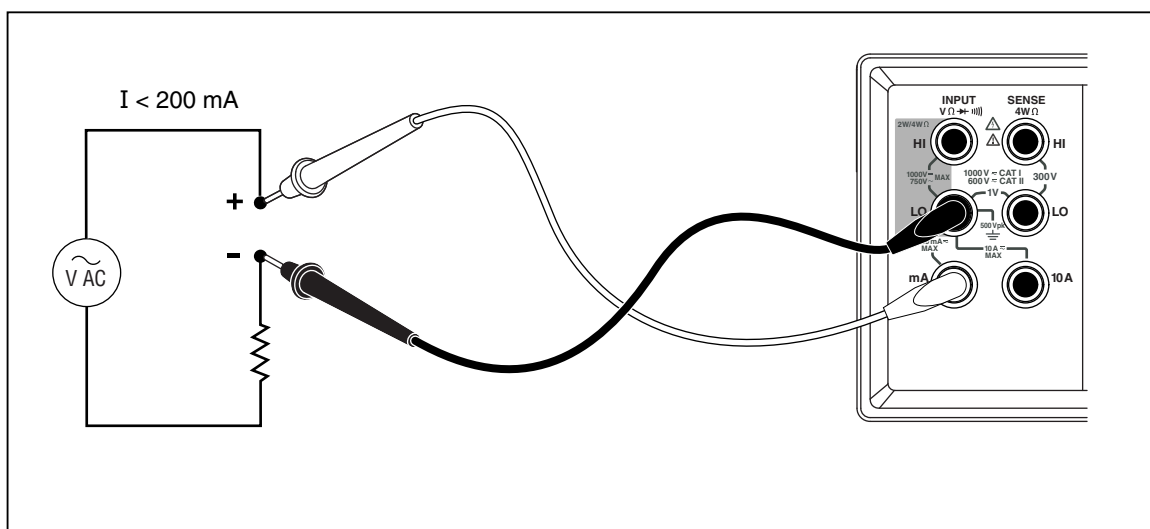

图 3-8. 电流测量 <200 mA
4. 如果预计测量电流小于 200 mA, 可将测试线连接到 200 mA 和 LO 端子, 并断开 10 A 连接端子上的所有测试线。请见图 3-8。